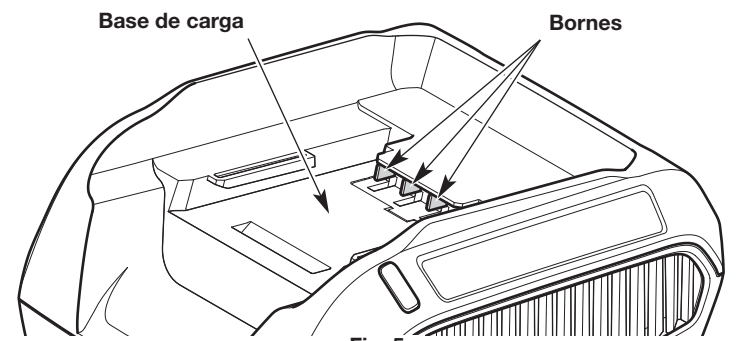

Fig. 5
- Mantenga el cargador de baterías limpio y sin residuos. No permita que ingresen materiales extraños en la base de carga ni en los bornes (Fig. 5). Inspeccione el cargador de baterías para ver si hay materiales extraños antes de usarlo.